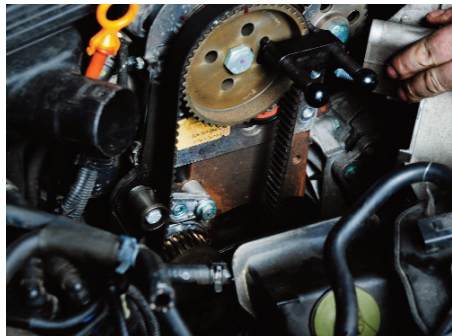

Abb.2
6. Ausbauen: Rechtes Motorlager (**Abb. 2**), Halter des rechten Motorlagers, untere Motorabdeckung rechts.